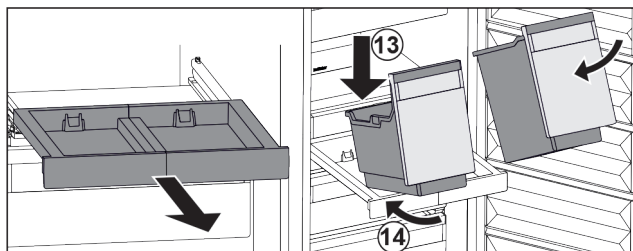

Fig. 95
- ▶ Założyć pojemnik pod skosem na wysuwaną półkę. Fig. 95 (13)
- ▶ Wsunąć pojemnik pod skosem do tyłu. Fig. 95 (14)
- ▶ Osadzić pojemnik z przodu. Fig. 95 (15)